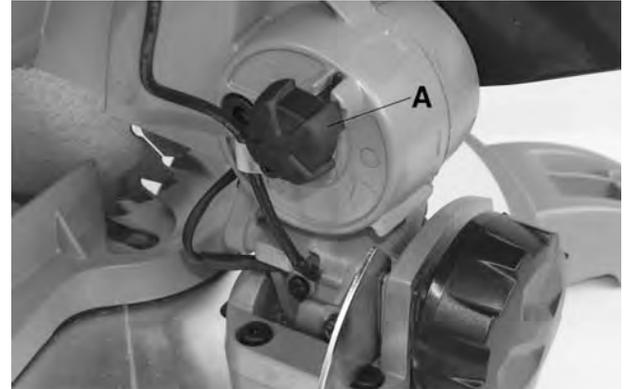

Figure 12
1. Tirez et tournez le bouton de relâche (A) Fig.12 et soulevez la tête.